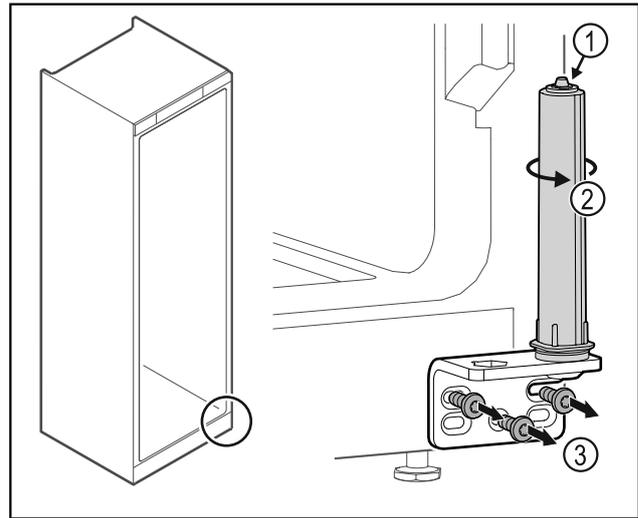

Fig. 34
► No desensamblar el sistema de cierre de la puerta Fig. 34 (1).
- Girar el sistema de cierre Fig. 34 (2) hasta que haga clic.
- Desatornillar la escuadra de bisagra Fig. 34 (3).